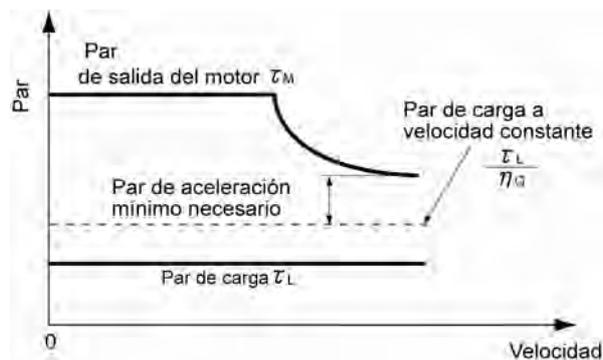

Figura 7.4 Ejemplo de par de aceleración mínimo necesario
- 2) Calcule el par de aceleración mínimo necesario (Véase Figura 7.4)